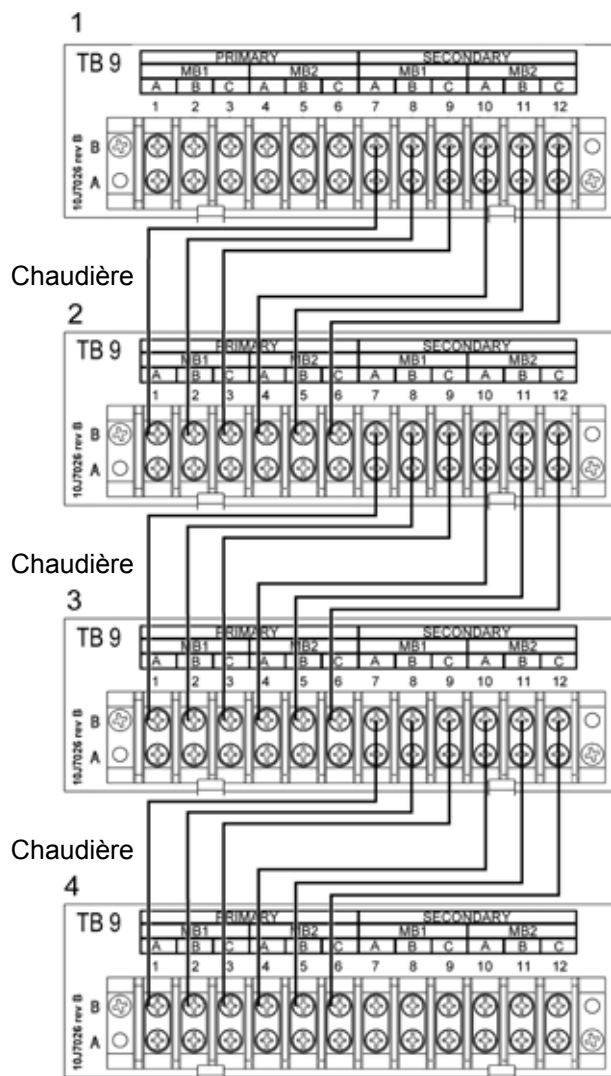

Figure 35. Connexions Modbus (pour une cascade)
contrôleur secondaire d'une chaudière (TB9 – broches 7 à 12) au contrôleur principal de la chaudière suivante (TB9 – broches 1 à 6). Voir Figure 35. Utiliser un fil à paires torsadées blindé d'un calibre 22 AWG ou supérieur avec masse. Deux paires torsadées ou trois conducteurs sont nécessaires.
2. La Figure 35 illustre comment réaliser les connexions. Le tableau suivant indique les connexions de la chaudière 1 à la chaudière 2.
3. Répéter le processus pour les chaudières 2 et 3, et les chaudières 3 et 4. Les connexions aux autres chaudières suivent le schéma que nous venons de décrire. Utiliser la Figure 35 comme référence.